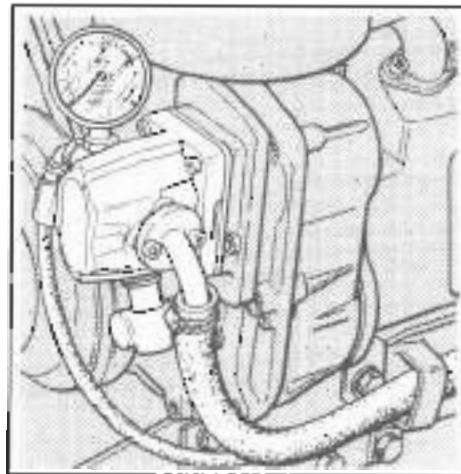

Fig. 23 - Bild 23
Check that the assembly has not been tampered with (fig. 23, step 18).
1. Testare con un goniometro la posizione della cinghia alternatrice e dell'elica su un angolo di circa 120° (fig. 23) e quindi (fig. 23).
Nota — La lunghezza della cinghia alternatrice su corpo del motore, può variare anche in posizione diversa da quella indicata in fig. 23. La posizione può variare a seconda del motore montato sulla trattrice.
Note — The hydraulic pump and engine tools have to be stored in a position off the platform (fig. 23). The location may vary depending upon the engine mounted on the tractor.
Note — Les outils hydrauliques doivent être stockés hors de la plate-forme (fig. 23). La position peut varier en fonction du moteur installé sur le tracteur.